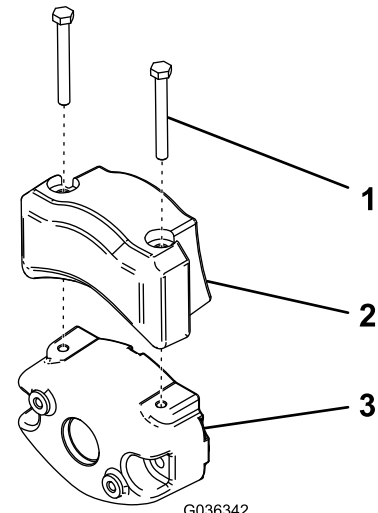

図 9
4. **図 9**のように、キャップスクリュ2本を使用して既存のカウンタウェイトに電動用ウェイトを取り付ける。